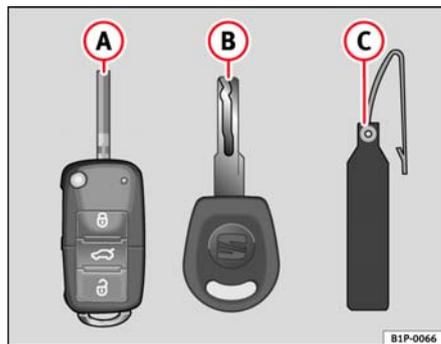

Fig. 63 Juego de llaves
- una llave con mando a distancia ⇒ fig. 63 A con espadín desplegable,
Sólo es posible hacer duplicados con el número de la llave del llavero de plástico ⇒ fig. 63 B. Por este motivo: